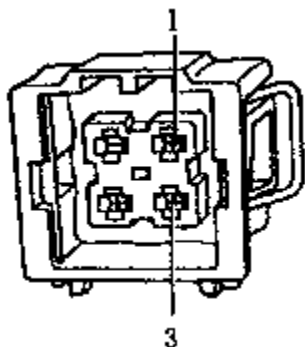

图 5-25 冷却液温度传感器端子
(3) 查看显示区 3 的显示，规定值为温度显示值应均匀升高。如显示区 3 显示一个不可靠值，应关闭点火开关。
(4) 拔下传感器的导线插头，把检测盒 V.A.G1598/22 同发动机控制单元的线束相接，检测 4 针插头到发动机控制单元导线是否断路或对正极或负极短路（见图 5-25）。如需要，排除导线的故障。如导线没有问题，应更换冷却液温度传感器（G62）。